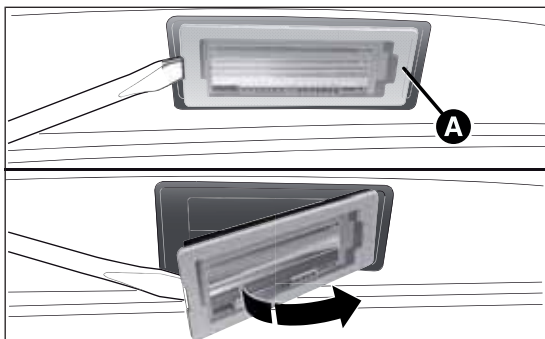

fig. 125
- ☐ retirar la lente transparente A fig. 125;
- ☐ volver a montar la lente transparente A fig. 125.